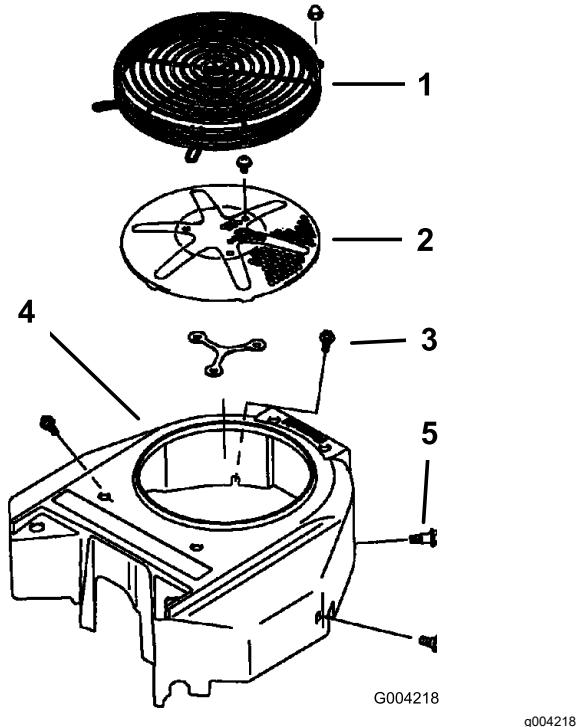

Figure 76
3. Déposez la grille d'entrée d'air, le lanceur et le carter du ventilateur (Figure 76).
5. Remettez la grille d'entrée d'air, le lanceur et le carter du ventilateur (Figure 76).